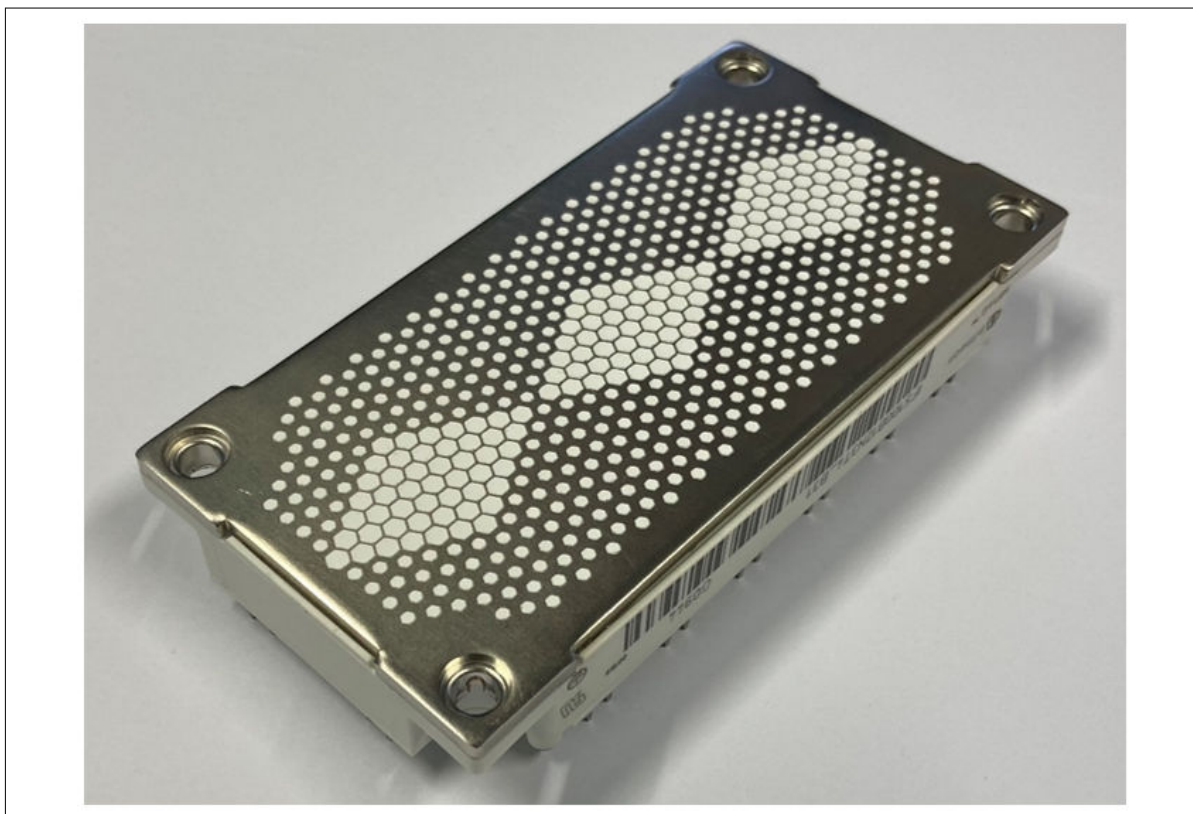

図 7 ペーストを塗布した後の印刷イメージ
5. モジュールベースプレート上に印刷されたサーマルコンパウンドのイメージを図 7 に示します。